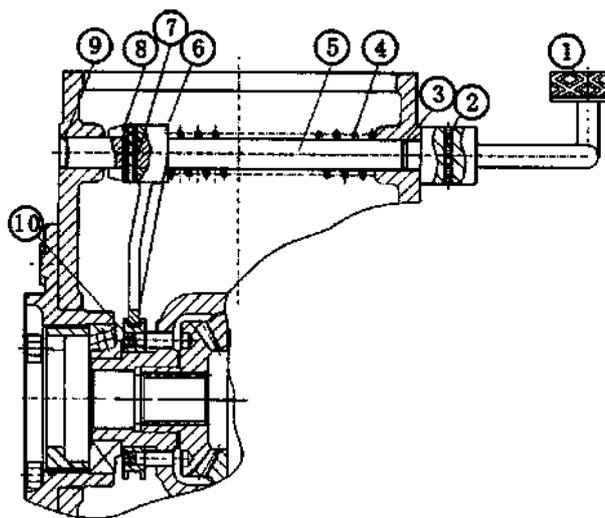

Рис. 6 – 7. Управляющий механизм
Большая коническая шестерня ©(Рис. 6 -6) закреплена 6 болтами (13) и 2 стопорными болтами (14) планетной шестерни на корпусе ® дифференциала, на обоих кончиках корпуса дифференциала установлены конические подшипники качения фи®, через опору (16) подшипника дифференциала, пользоваться винтом (18) в установке на корпусе заднего моста. В корпусе дифференциала установлены 2 планетные шестерни (4), 2 шестерни (3) и (11) полуоси, между планетной шестерней и шестерней полуоси с корпусом дифференциала установлены прокладки (12) и (15), планетная шестерня надевает на вал © планетной шестерни. На одном кончике планетной шестерни имеет пролом, на ее обоих кончиках имеет стопорные болты (14) для крепления, чтобы избежать от вращения и качания вала планетной шестерни.
Управляющий механизм блокировки дифференциала располагается на правой стороне (Рис. 6 - 7) , состоит из педали блокировки дифференциала ф, вала вилки ©, вилки ©, возвратная пружина @, блокировка дифференциала ®ит. п..
Конечный привод пользуется приводом планетного шестеренного механизма (Рис. 6 - 8)